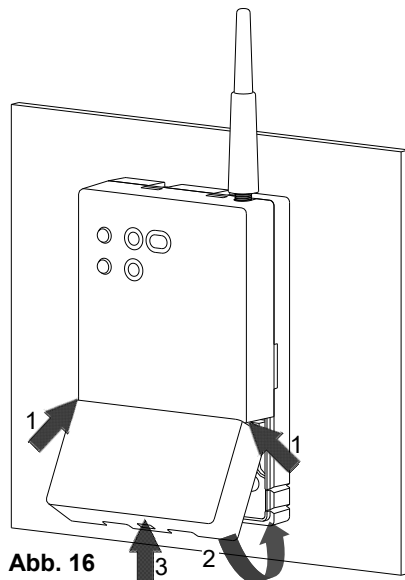

Abb. 16
- ⑪ Setzen Sie die Kabelabdeckung auf die Basis und drehen Sie zur Basis, drücken Sie auf die Kabelabdeckung, bis die Kunststoffflaschen in der Öffnung an der Unterseite der Kabelabdeckung einrasten (Abb. 16).